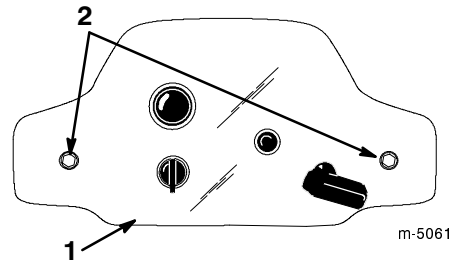

Figure 18
1. Enlevez les deux vis qui fixent le panneau de commande au carter (Fig. 18).